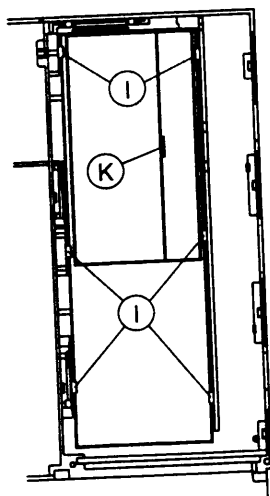

Fig. 6
- Rastnasen (I) ausrasten und Netzteilbaustein herausnehmen (Fig. 6).
Sollen Bauteile im nicht netzgetrennten Teil des Netzteils ausgetauscht werden, müssen Sie den Abschirmdeckel entfernen. Dazu Rasthaken (K) lösen und Abschirmdeckel abnehmen (Fig. 6).
- Release the locking catches (I) and take out the power supply board (Fig. 6).
For replacement of components in the non-isolated circuits of the power supply unit remove the shielding cover. For this loosen the locking catch (K) and take off the cover (Fig. 6).